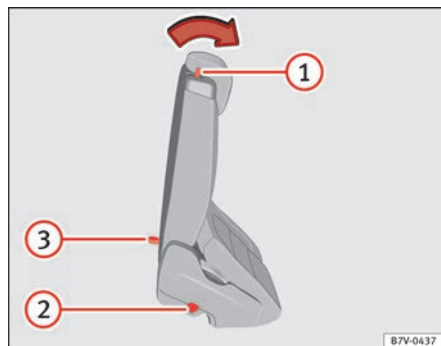

Fig. 81 Segunda fila de bancos: comandos da ajuda no acesso.
- Se for o caso, retire os objectos situados na zona dos pés da segunda fila de bancos ⇒ ❶.
- Empurre o manípulo ⇒ Fig. 81 ❶ para a frente e rebata o encosto do banco traseiro. O banco traseiro rebate por completo para a frente ⇒ ⚠ e ainda se pode deslocar mais, longitudinalmente, para a frente.